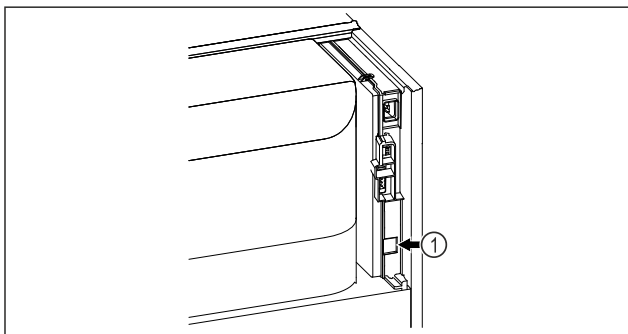

Fig. 109
- SmartModule Fig. 109 (1) is geplaatst.